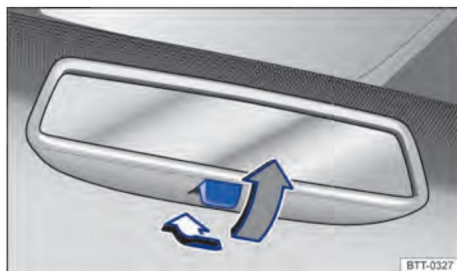

Figure 81 Sur le pare-brise : rétroviseur intérieur à atténuation manuelle.
- Position nuit : tirez le levier → fig. 81 (flèche grise), pour éviter l'éblouissement par les phares des véhicules circulant derrière.